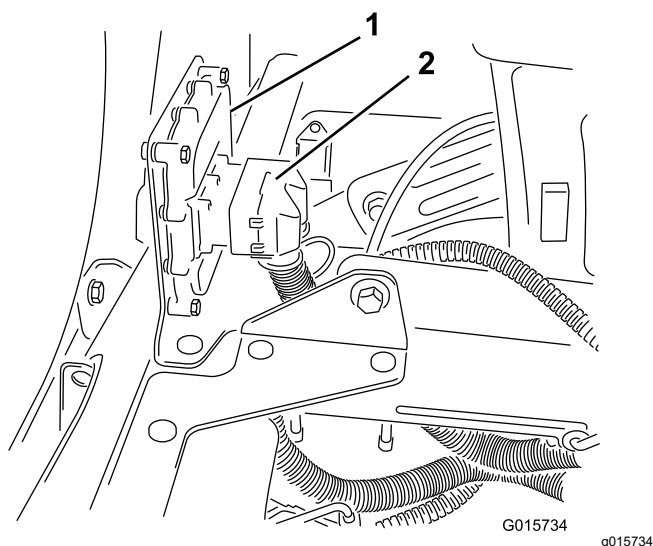

Рисунок 33
2. Подсоедините 50-гнездовой соединитель жгута проводов стрелы с ультразвуковым выравниванием к 50-штыревому соединителю электронного контроллера и закрепите соединители при помощи винта с внутренним шестигранником (**Рисунок 33**).